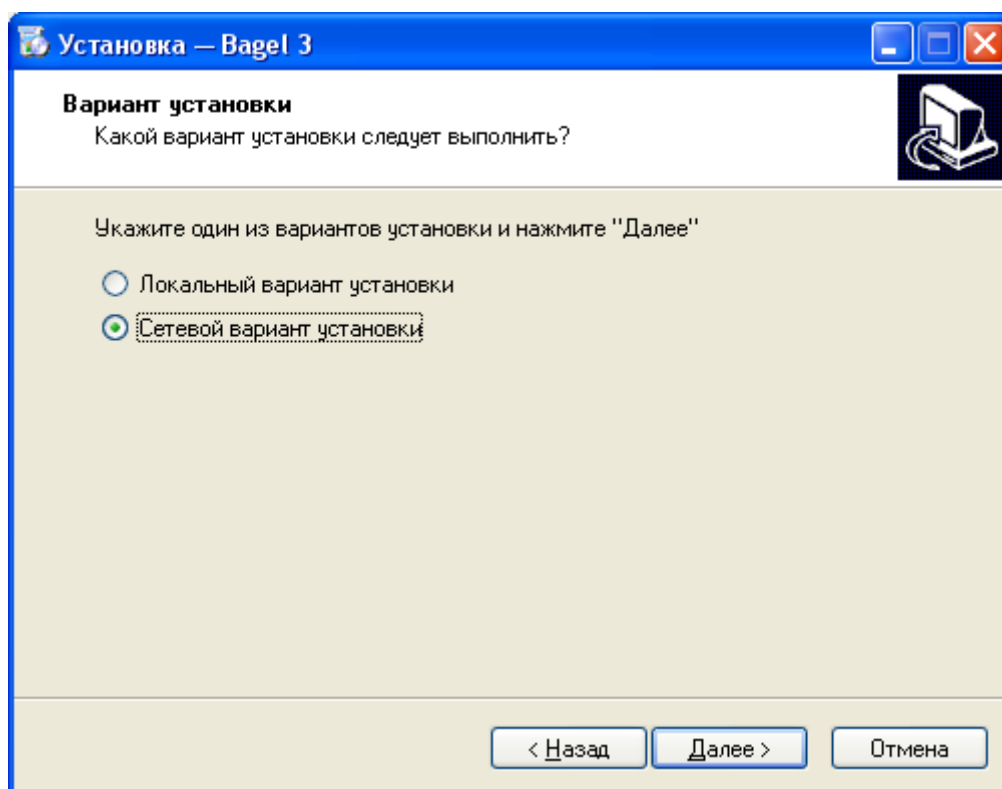

Рис. 1.6
- Выберите сетевой вариант (рис.1.6)